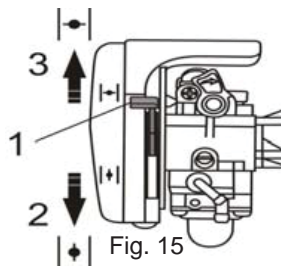

Fig. 15
2. Feche completamente o estrangulador de ar. Fig.15.